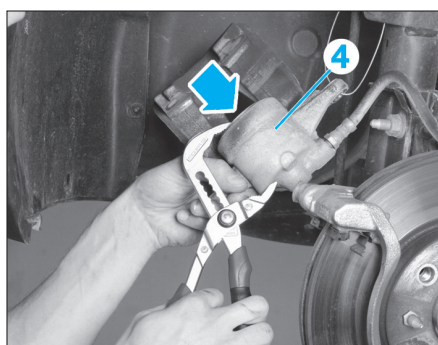

Fig. 5
- A l'aide d'une pince multiprise, repousser lentement le piston de l'étrier (4) (Fig.5).